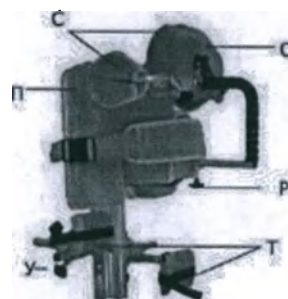

Рис.72
10) Регулировка секции для бедер по высоте (при наличии) (рис.72)
11) Регулировка секции для голеней/или коленей по высоте (при наличии) (рис.72)